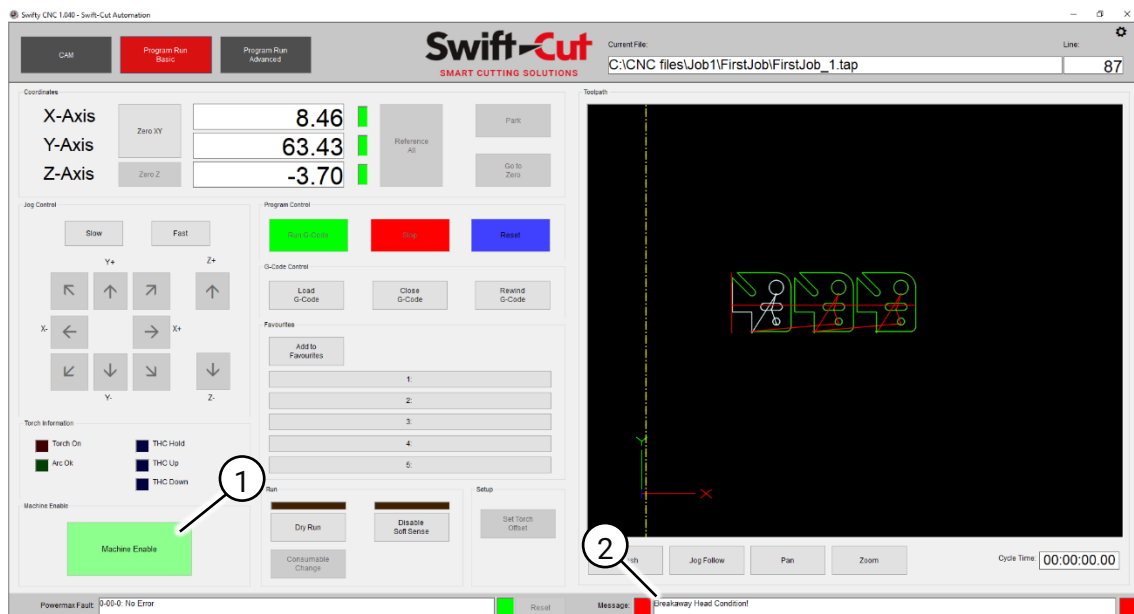

Fig. 70 Veiligheidskop geactiveerd
1. Als de snijtoorts het plaatmateriaal heeft geraakt en de veiligheidskop werd geactiveerd, wordt in het storingmeldingveld de melding 'Breakaway Head Condition!' weergegeven (Fig. 70 (2)). Ga als volgt te werk om de activering van de veiligheidskop te resetten:
1.1 Klik op de knop 'Machine Enable' (Fig. 70 (1)).